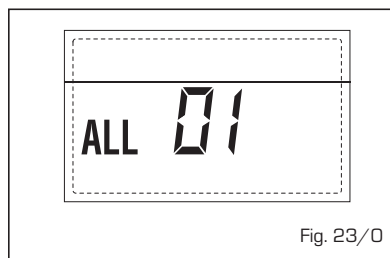

Fig. 23/0
- ANOMALIA SCARICO FUMI "ALL 01" (fig. 23/0)
- ANOMALIA BASSA PRESSIONE ACQUA "ALL 02" (fig. 23/1)